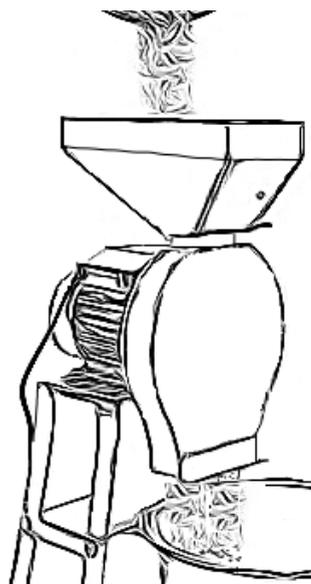

Fig. 7
- Vul de trechter (2) met een geschikte hoeveelheid brokjes of duw gedroogde maïskolven achter elkaar in het inzetstuk (4). (Fig. 7)